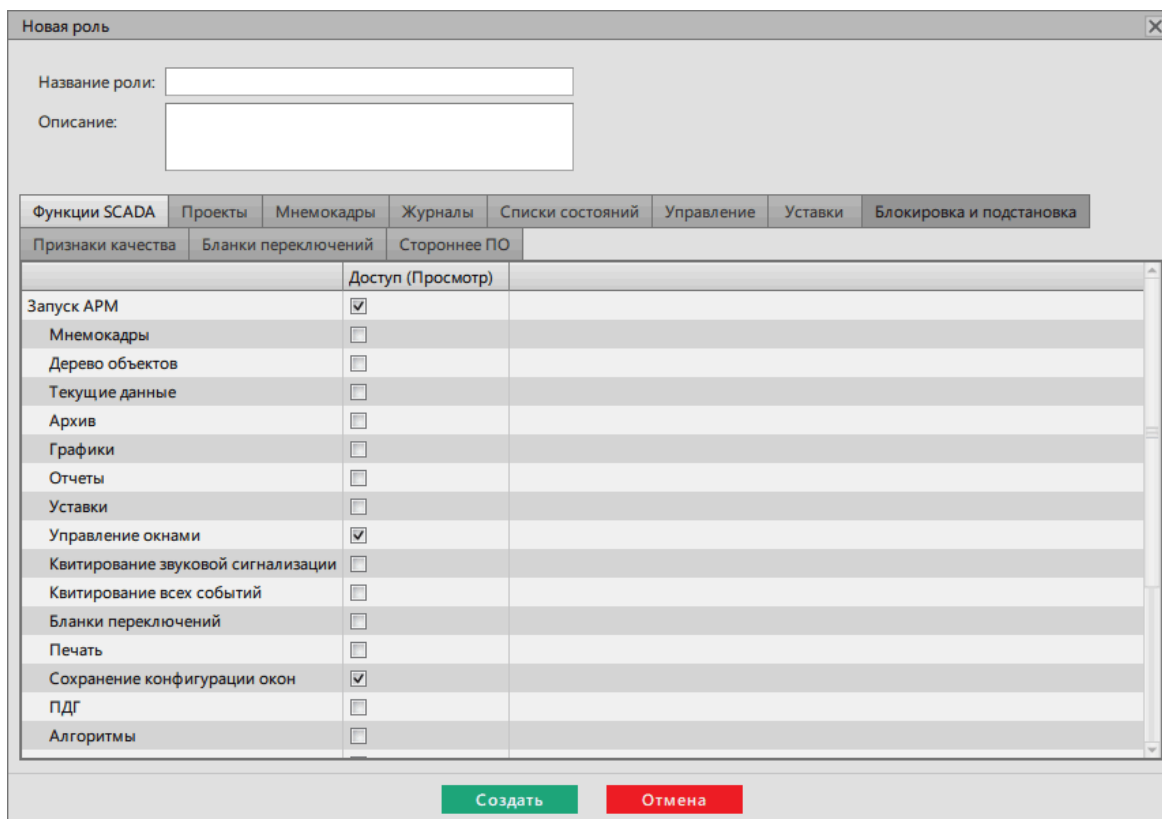

Рисунок 384 - Создание новой роли
1. Нажмите на кнопку **Создать новую роль**. Откроется окно создания новой роли (Рисунок 384).